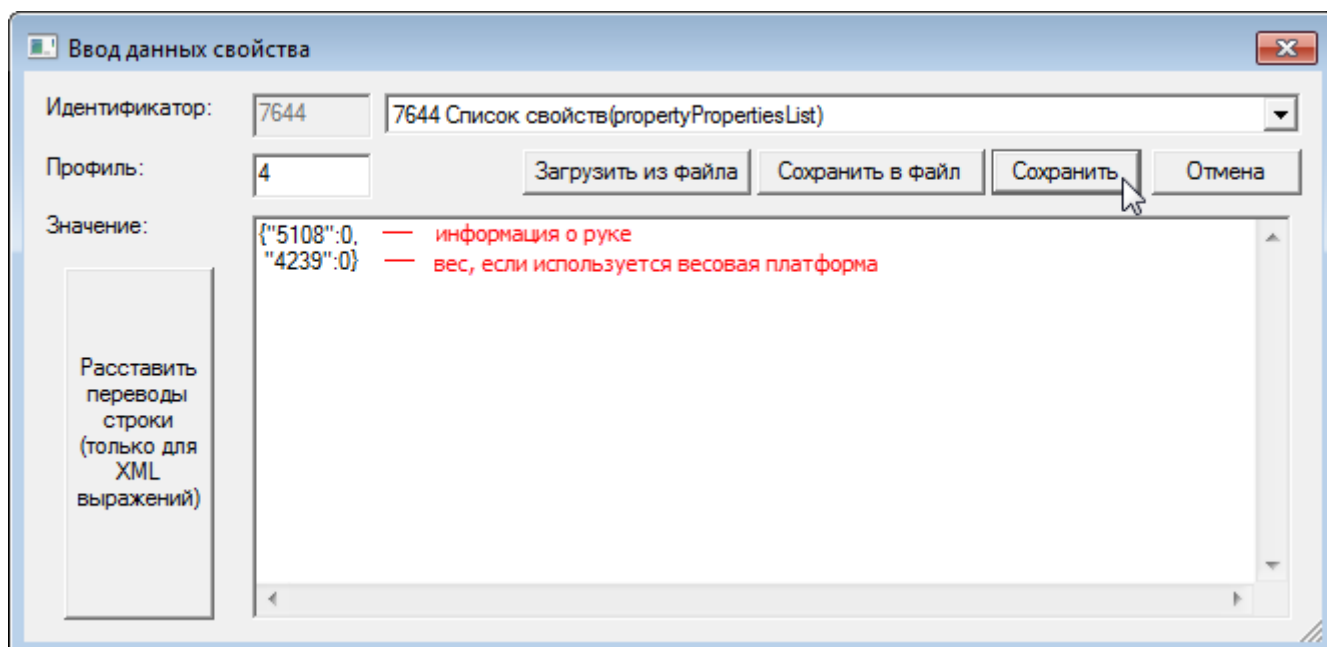

Рисунок 9.120 — Окно добавления свойства ITRIUM
4. В отобразившемся окне (рисунок 9.120):